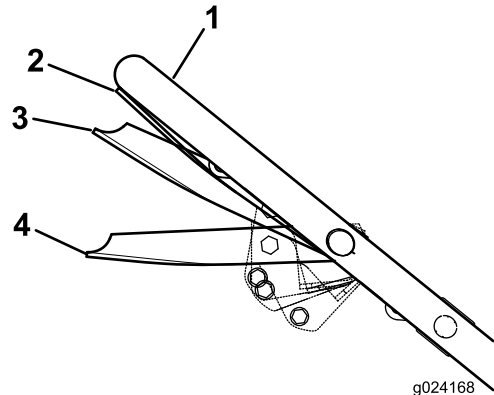

Figura 17
4. Sujete la barra de control de la cuchilla en la posición de marcha/cambio, unos 2.5 cm (1") por debajo del manillar (Figura 17).